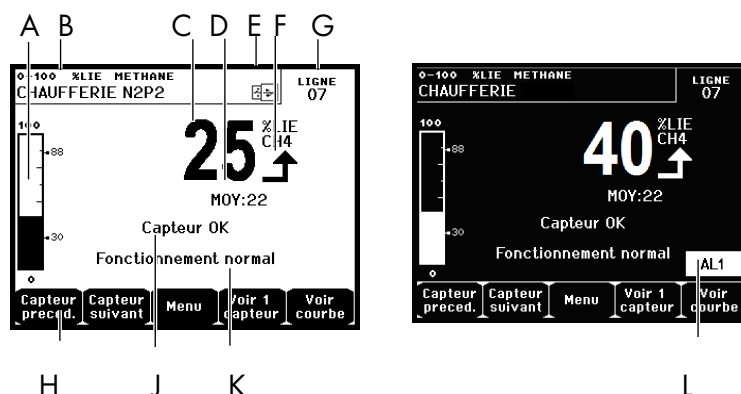

Figure 45 : exemple d'écran d'affichage des mesures en mode normal et en vidéo inverse.
- Voir 1 capteur : affichage en mode normal (Figure 45).
L. Zone d'indication des alarmes activées avec affichage clignotant des seuils. L'écran passe en vidéo inverse (Figure 45, écran de droite).
- *ON* : affichage des valeurs avec calcul de la moyenne des mesures sur 15 minutes ou 8 heures, en fonction de la programmation effectuée via l'application *COM 43*. Généralement utilisé lors de l'affichage des mesures relatives aux gaz toxiques. La mention *Valeur moyenne* est affichée sur l'écran (Figure 45, rep. D).
*Nota : si la programmation de la durée d'intégration n'a pas été définie via l'application COM 43, l'activation (ON) de la fonction Valeur Moyenne n'a aucune incidence. L'écran affiche donc les valeurs comme si le choix OFF avait été sélectionné.*